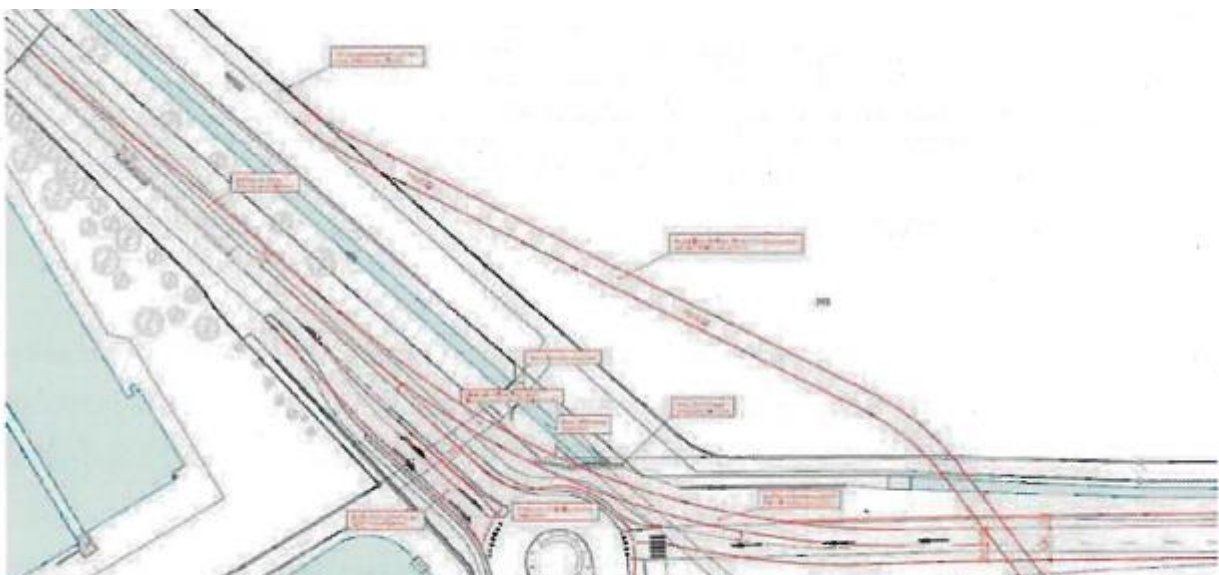

Abbildung 2: «Bypass Autobahn» beim Anschluss Grenchen [2]
Der Bypass soll die Fahrzeuge von der Ausfahrt ab Fahrbahn Biel direkt auf die Archstrasse Richtung Grenchen abführen. Im Technischen Bericht von BSB + Partner [2] wurde die technische Machbarkeit von zwei Varianten geprüft. Die empfohlene Variante (1) des Bypasses verläuft entlang der bestehenden Autobahnausfahrt, vgl. Abbildung 2.